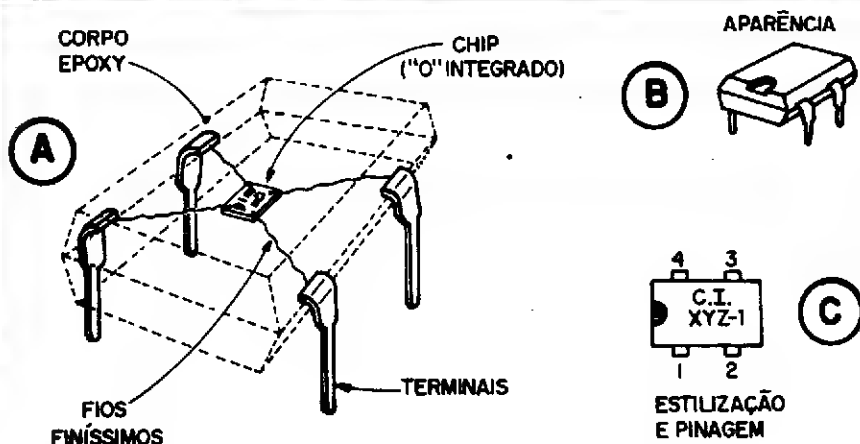

Fig. 8
- FIG. 8 - Levando a "brincadeira" (séria...) adiante, vejamos como implementaríamos fisicamente o nosso Integrado recém-criado:
- FIG. 8-A - A pastilhinha de silício sobre a qual seria "feito" o arranjo transistores/resistores (fig. 7) seria obviamente minúscula, não mais do que 1 mm^2 (e mesmo
- FIG. 8-B - A aparência externa do nosso Integradinho seria a mostrada...
- FIG. 8-C - Numa estilização convencional, o Integrado seria mostrado assim, com uma marquinha identificatória da extremidade a partir da qual os pinos deveriam ser "numerados" (ver TRUQUES & DICAS, novamente...), além de um código "de fabricante" (suponhamos "XYZ-1"...), a partir do qual os usuários poderiam procurar, no respectivo Manual, os essenciais dados funcionais, limites, funções de pinagem, etc.